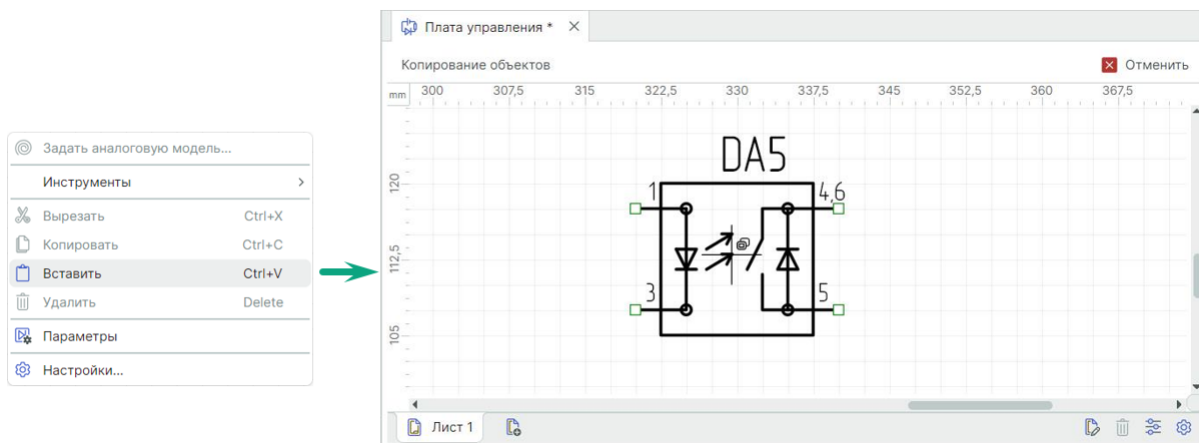

Рис. 227 Инструменты «Вставить» для объектов
3. Вставьте объекты с помощью пункта «Вставить» контекстного меню или воспользуйтесь сочетанием клавиш «Ctrl+V». Объекты будут вставлены, см. Рис. 227.